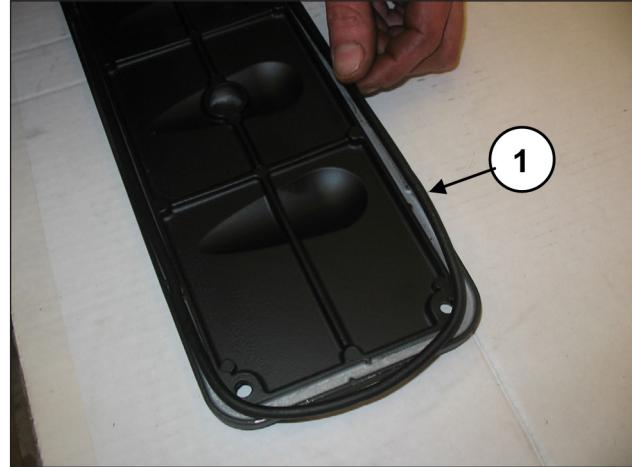
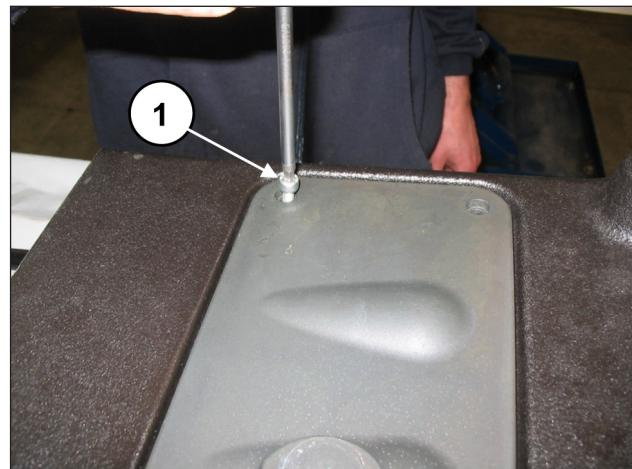

Рис. 99
Рис. 100
Вставьте в две смотровые крышки уплотнительные кольца O-ring (поз. ①, Рис. 99) и установите крышки с использованием 4+4 винтов M6x14 (поз. ①, Рис. 100).